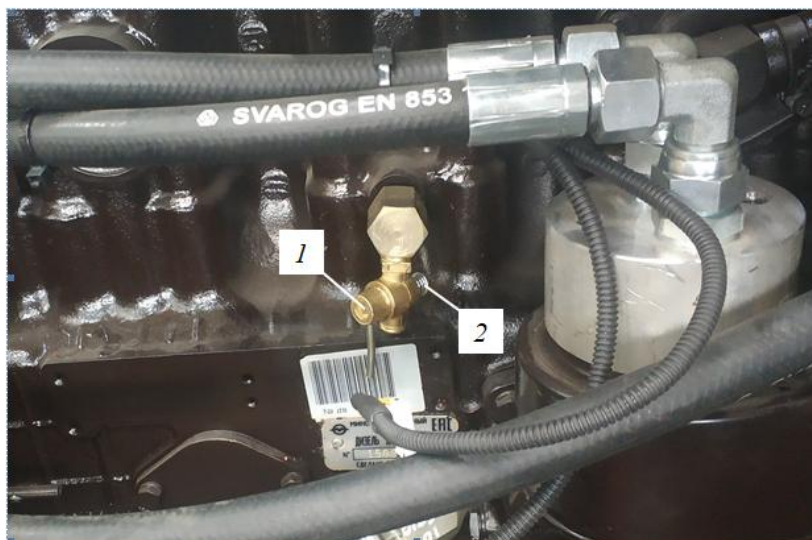

Рисунок 5.37. Слив охлаждающей жидкости
- ▶ Закрыть сливной кран поз. 1, рис. 5.37, расположенный на блоке цилиндров перед двигателем по ходу движения машины;
- ▶ Установить на штуцер крана поз. 2, рис. 5.37, одним концом подходящий по длине и диаметру рукав для слива охлаждающей жидкости с системы, другой конец рукава опустить в тару.
- ▶ Открыть кран поз. 1, рис. 5.37, слить охлаждающую жидкость с системы.
- ▶ Снять со штуцера крана поз. 2, рис. 5.37, рукав для слива охлаждающей жидкости.
- ▶ Надеть патрубок системы охлаждения на штуцер крана поз. 2, рис. 5.37.
- ▶ Подвести и затянуть хомут, закрепив патрубок на штуцере крана поз. 2, рис. 5.37.